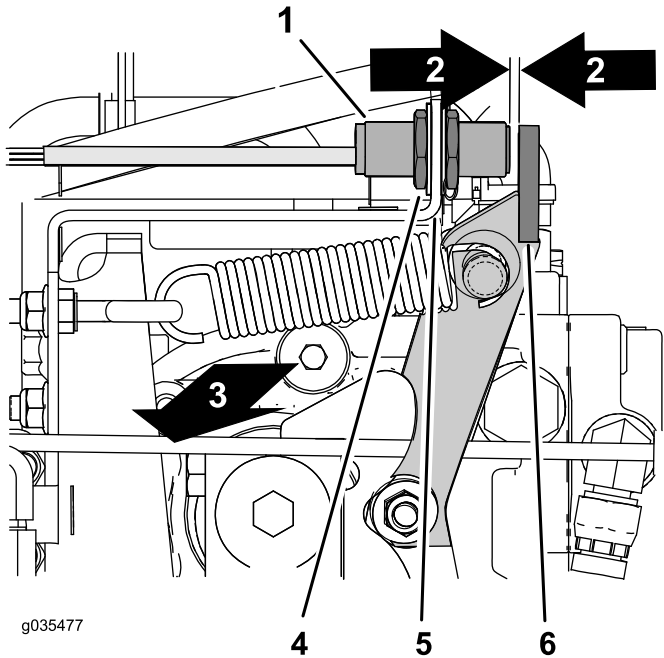

Bild 69
- Suchen Sie den Näherungssensor an der rechten, oberen Seite der Hydraulikpumpe (**Bild 69**).
- Kontrollieren Sie, dass der Halter des Näherungssensors nicht verbogen ist und dass die Kontrollleuchte an der Rückseite des Näherungssensors aufleuchtet (**Bild 69**).
2. Lösen Sie die Klemmmuttern auf beiden Seiten der Sensorhalterung (Bild 69).
3. Stellen Sie die Klemmmuttern so ein, dass zwischen dem Näherungssensor und dem Flansch des Leerlaufarms ein Spalt von 2,5 bis 3,6 mm besteht (Bild 69).
4. Ziehen Sie die Klemmmuttern fest (Bild 69).